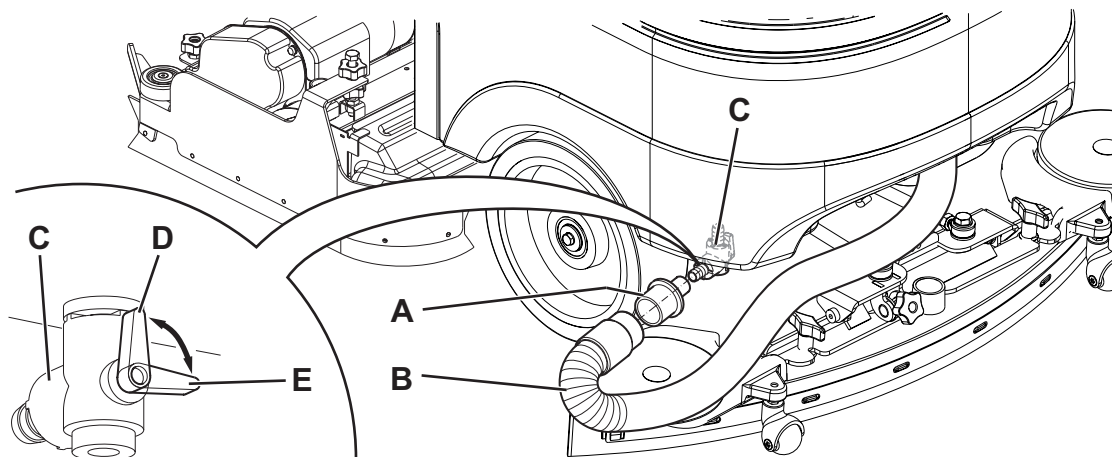

Figura 5
Il display (C) indica il livello di concentrazione del detersivo nella soluzione detergente come da tabella indicata in figura 5.